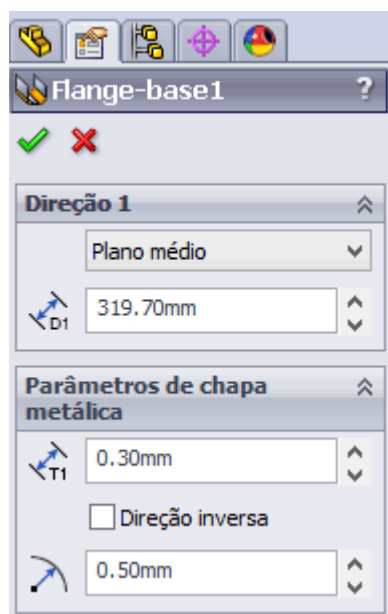

Figura 2.28 - Propriedades de **Flange-base1** de **Piso-trilhos**.
5.5. Configure a chapa conforme a Figura 2.28.